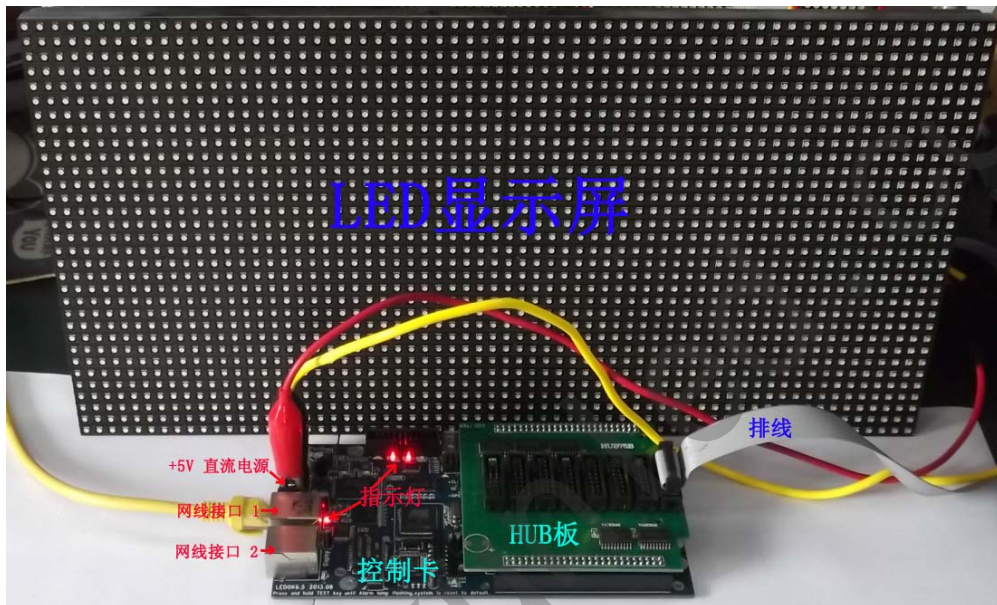

图 1
如图 1 所示
- ①. 将 Hub 板扣在控制卡上, 注意插口要插紧;
- ②. 用排线将 Hub 板的 J1 口与显示屏的输入端相连; 注意排线的连接;
- ③. 接入电源线和网线;
- ④. 接通电源后, 控制卡上的电源指示灯、网络指示灯和运行灯亮起, 运行灯匀速闪烁, 表明控制卡正常运行。图 1 是硬件连接图。